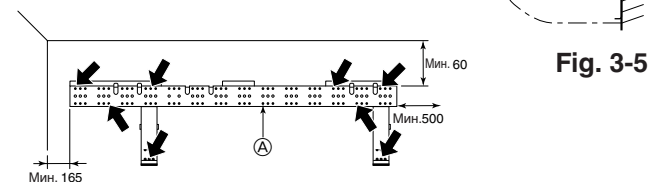

Fig. 3-5
► Закрепите настенное крепление через отверстия среднего ряда диаметром 12 мм, используя для этого приобретаемые на месте болты (сквозные болты, анкерный болт и анкерная гайка) с резьбой M10 или W3/8. Конец болта не должен выступать на расстояние более 15 мм от поверхности стены. (Fig. 3-5)